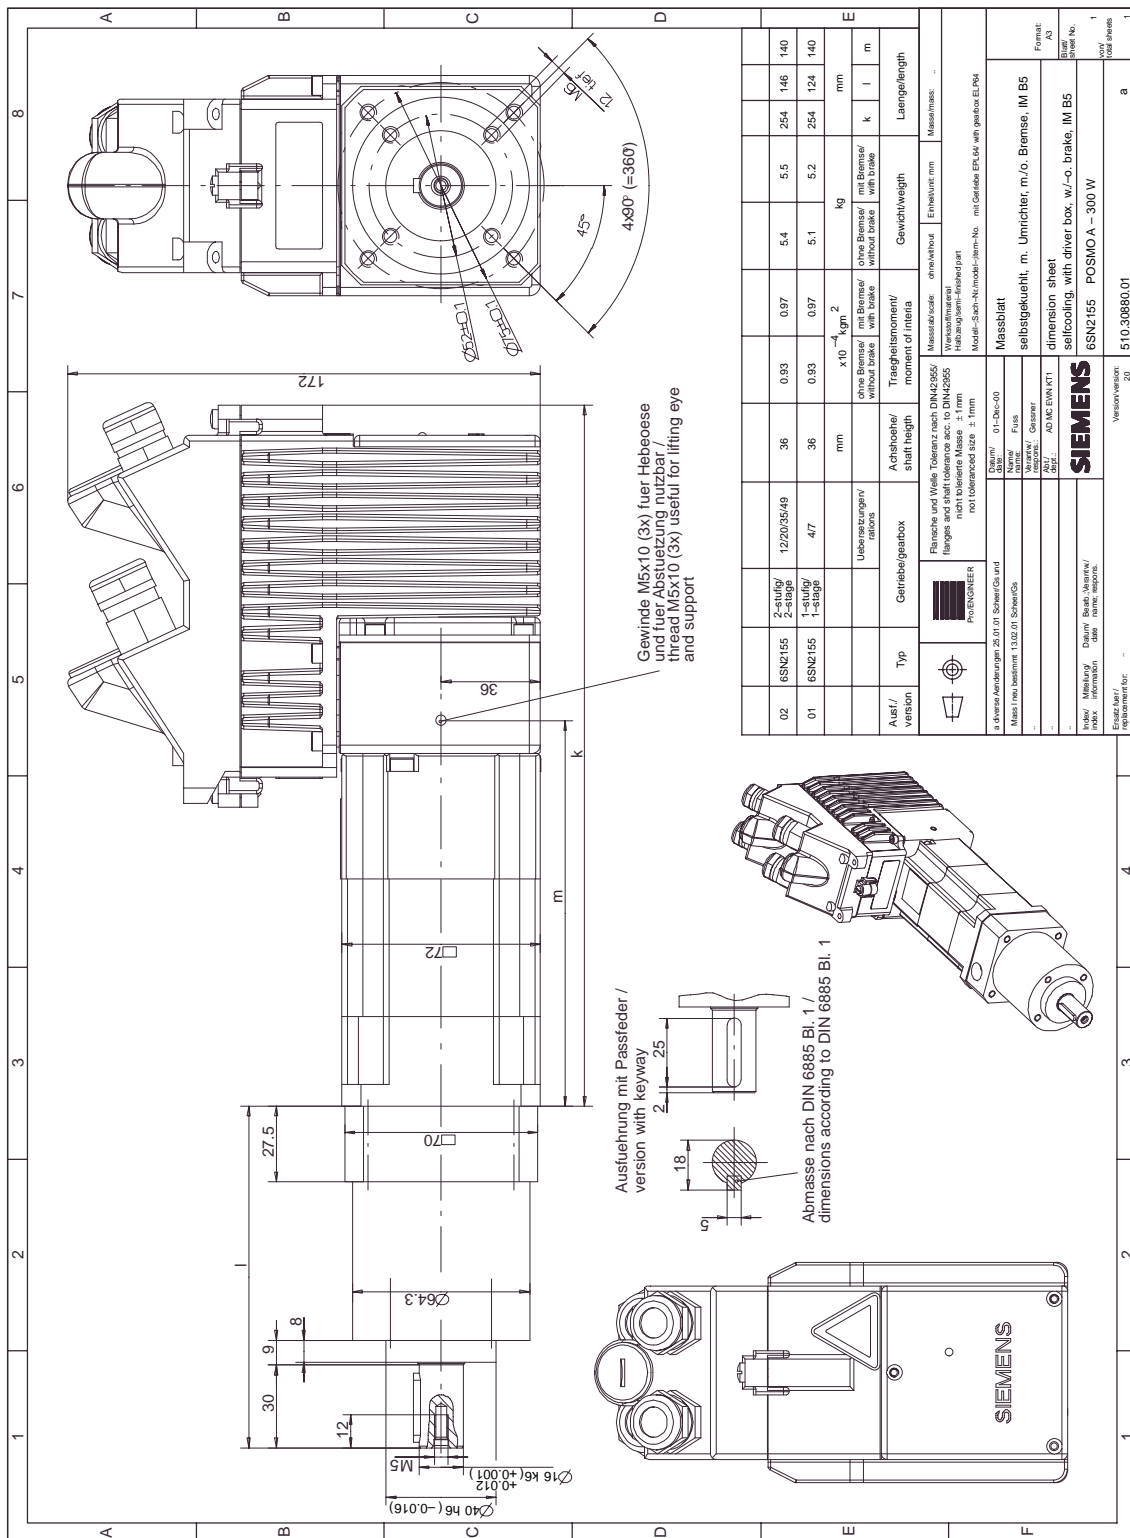

Bild C-5 Maßblatt: SIMODRIVE POSMO A – 300 W mit Planetengetriebe
- Motor mit Planetengetriebe —> siehe Bild C-5